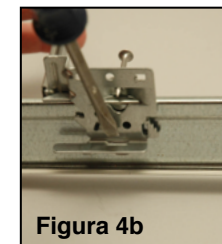

Figura 4b
6. Si lo desea, doble la brida removible del pie de la barra colgante para desprender. De esta forma se puede evitar la interferencia con los paneles del cielo adyacentes. (Figura 4b)